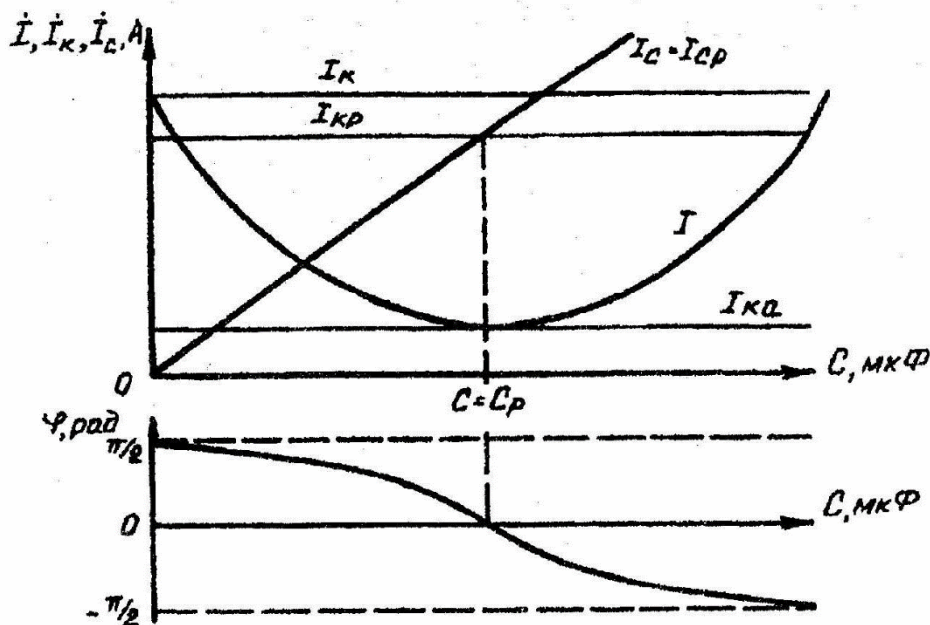

Рис. 3.2.Изменение параметров электрической цепи при изменении емкости  $C$
– графики зависимостей  $I=f(C)$ ,  $I_k=f(C)$ ,  $I_C=f(C)$ ,  $\varphi=f(C)$ , определить по экспериментальным данным значение емкости  $C=C_p$ , при котором наступает резонанс токов (рис.3.2);